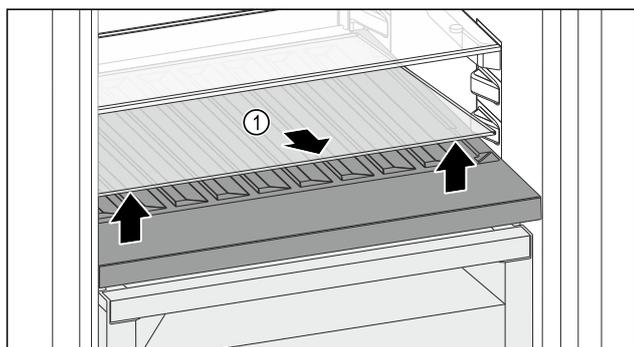

Fig. 96
- ▶ Podignite staklenu ploču Fig. 96 (1) na otvoru sprijeda i izvadite je.
- ▶ Čuvajte staklenu ploču Fig. 96 (1) na sigurnom izvan uređaja.